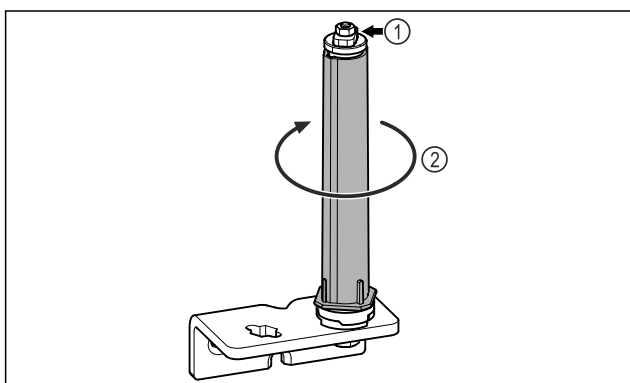

Fig. 18
- Dørlukkesystemet Fig. 18 (1) må ikke demonteres.
- Drej lukkesystemet Fig. 18 (2), til det klikke.